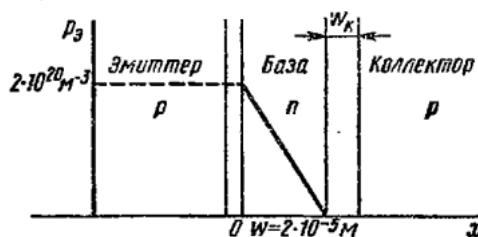

Рис. 2.11
**2.6.** В *p-n-p*-транзисторе площади эмиттерного и коллекторного переходов одинаковы и равны  $1 \cdot 10^{-6} \text{ м}^2$ , коэффициент диффузии дырок в базе  $D_p = 4,7 \cdot 10^{-3} \text{ м}^2/\text{с}$ . При  $U_{KB} = -1 \text{ В}$  распределение концентрации дырок в базе имеет вид, показанный на рис. 2.11.
Требуется: а) пренебрегая токами утечки, определить ток эмиттера, обусловленный дырками; б) вычислить дифференциальное сопротивление между коллектором и базой при  $U_{KB} = -16 \text{ В}$ , если толщина обедненного носителями заряда слоя коллекторного перехода  $w_k = (1 + \sqrt{|U_{KB}|}) 10^{-6} \text{ м}$ . Предположить, что условия на переходе эмиттер–база не изменяются и соответствуют условиям, показанным на рис. 2.11.